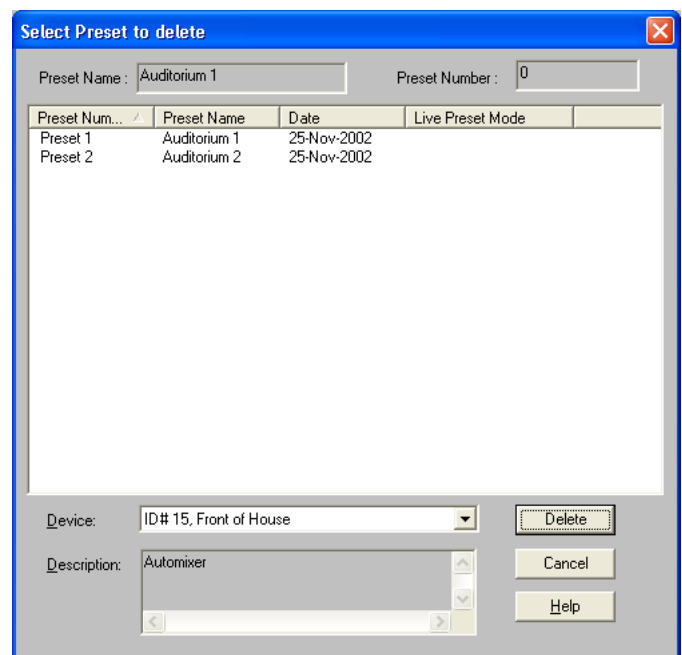

ABBILDUNG 4-4: Dialogfeld "Select Preset to delete" (Zu löschende Voreinstellung wählen)
4. Das Dialogfeld "Select Preset to delete" wird eingeblendet (siehe Abb. 4-4).